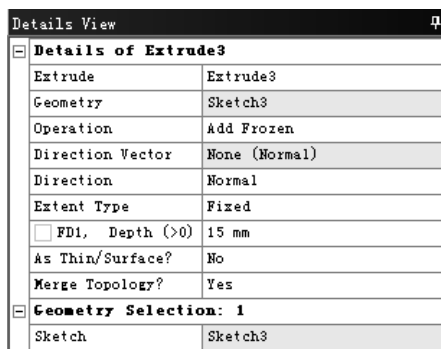

图 3.13.10 “Details View”对话框
(2) 在工具条中单击 **Extrude** 按钮，弹出图 3.13.10 所示的“Details View”对话框，使用草图 3 作为截面，在 **Operation** 下拉列表中选择 **Add Frozen** 选项，在 ☐ **FD1, Depth (>0)** 文本框中输入数值 15，其他采用系统默认设置值。单击工具条中的 **Generate** 按钮，完成拉伸特征 3 的创建。